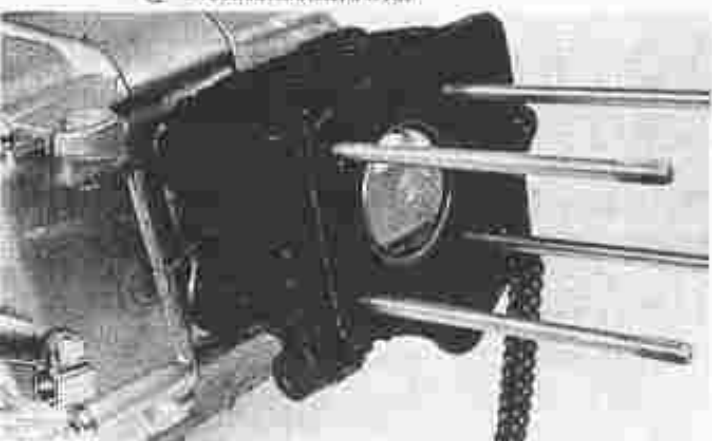

Fig. 29 Demonteren van cilinder
- 5) Verwijder de vier cilinderkopmoeren en het cilinderkop-bovendeksel. Til de cilinder- kop van de cilinder af. (Fig. 29)